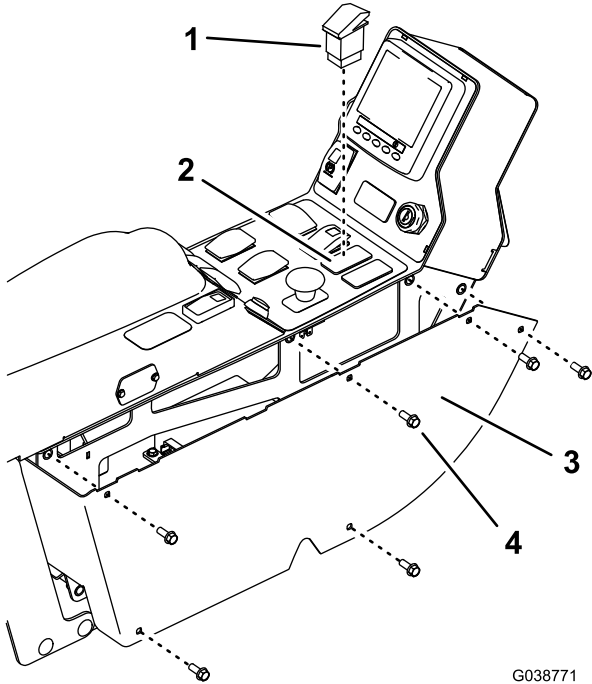

図 4
1. コンソールにパネルを止めている6本のボルトを外して保管し、パネルを外す 図 4。
2. コンソール上のプラグを打ち抜いて、出来た穴にスイッチを取り付ける 図 4。
5. コンソールのパネルを元通りに取り付ける先ほど取り外したボルトを使用する 図 4。